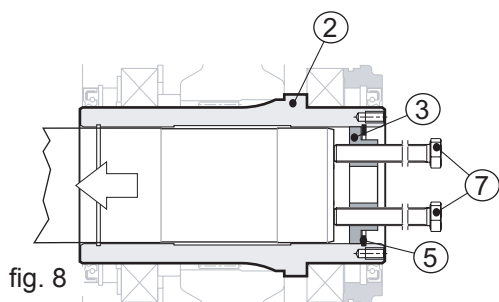

fig. 8
remover de suas sedes o parafuso de fixação (pos. 6), il placa de retenção (pos. 3) e o anel de retenção (pos. 5). Inverter a placa de retenção (pos. 3) e reinseri-la em sua sede dentro do eixo fêmea (pos. 2) do redutor e bloqueá-la com o anel de retenção para partes internas (pos. 5). Inserir dois parafusos nos dois furos rosqueados presentes na placa de retenção (pos. 3) (pos. 7) e aparafusá-los até que se apoiem no eixo da máquina (pos. 1) e, em seguida, continuar a apertá-los de modo alternado, dando no máximo uma volta a cada vez (ver a fig. 8).